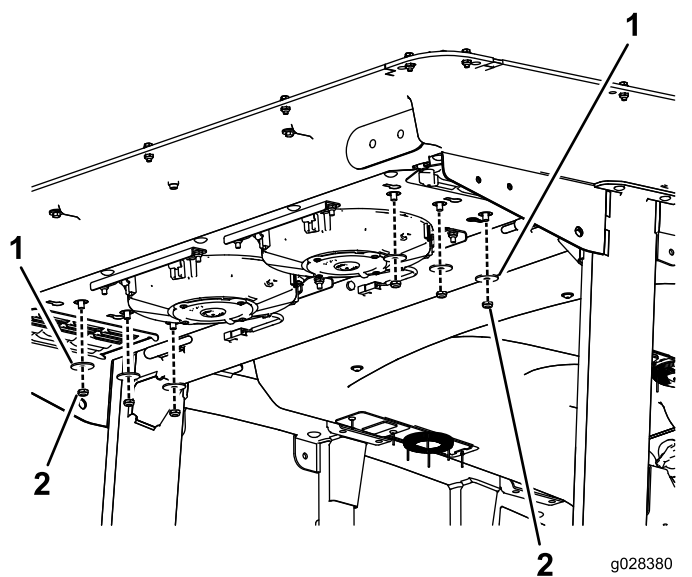

図 137
2. キャブ後部からナットとワッシャをそれぞれ6個を外す 図 137。